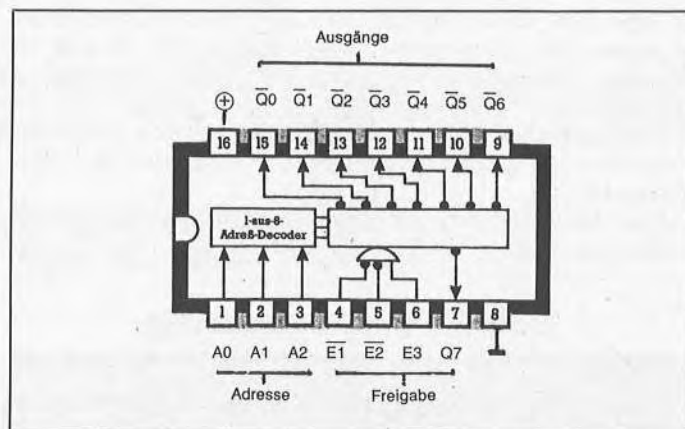

Bild 4. Die Innenschaltung des SN74LS138N (IC3)
Nun kommen wir zur Selektierung der beiden SIDs. Mit dem Chip-Select-Signal (CS) an Pin 8 der Steckverbindung wurde vor dem Umbau der SID angesprochen (0 = angesprochen, 1 = nicht angesprochen). Jetzt müssen zwei SIDs innerhalb des üblichen Adreßbereiches selektiert werden, und zwar in einem Abstand von 32 Byte. Da 32 gleich 2^5 ist, kann die Adreßleitung A5 für die Selektion der beiden SIDs benutzt werden. Die Verknüpfung des ankommenden CS-Signals mit der Adreßleitung A5 erfolgt im IC3. Der SN74LS138N ist ein 3-zu-8-Decoder/Multiplexer mit 3 Freigabe-Eingängen. Das hört sich komplizierter an als es ist. Zum besseren Verständnis haben wir diesen Baustein im Bild 4 mit Innenleben abgebildet. Wenn den drei Adreßeingängen ein 3-Bit-Code zugeführt wird, geht der diesem Code entsprechende Ausgang \bar{Q} auf »0«. Da A1 und A2 am IC3 fest auf »0« gelegt sind, können von A0 nur noch die Ausgänge $\bar{Q}0$ und $\bar{Q}1$ beeinflusst werden. Dies ist